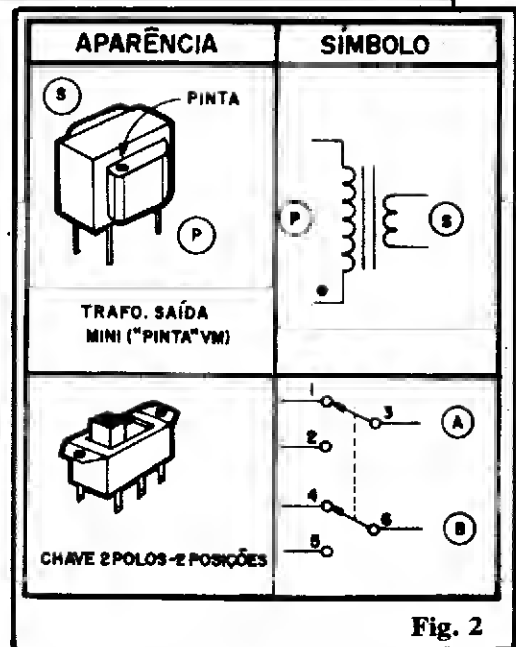

Fig. 2
- **FIG. 2** - Alguns dos principais componentes do circuito (na verdade, fora o transistor "faltante" - e que será suprido justamente pelo componente a ser testado - mais um resistor e um pequeno alto-falante, aí está **tudo** o que entra no arranjo circuitual do TUT. Notar que (como é costume em ABC...) as peças são mostradas em Aparência, Símbolo e Identificação de terminais.
- **TRANSFORMADOR DE SAÍDA MINI** - Trata-se de um transformador bem pequenino, apresentando dois enrolamentos: um **primário (P)** e um **secundário (S)**, normalmente utilizado para "casar" as saídas de circuitos amplificadores de som pequenos (como os existentes em radinhos portáteis) com seus respectivos alto-falantes (daí o nome de "transformador de Saída"...). É importante notar que o componente recomendado para utilização no TUT